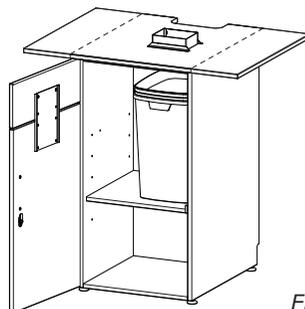

Fig. 20
3.10.3 Onderkast met koffie residu doorvoer (fig. 20)